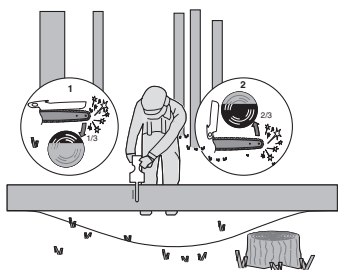

Figura 4
Dacă bușteanul se sprijină pe ambele capete, vezi figura 4, tăiați de sus 1/3 din diametru (1). Finalizați debitarea printr-o tăiere de jos în sus a diametrului rămas (cele 2/3 rămase) (1), având grijă să întâlniți tăietura de sus.